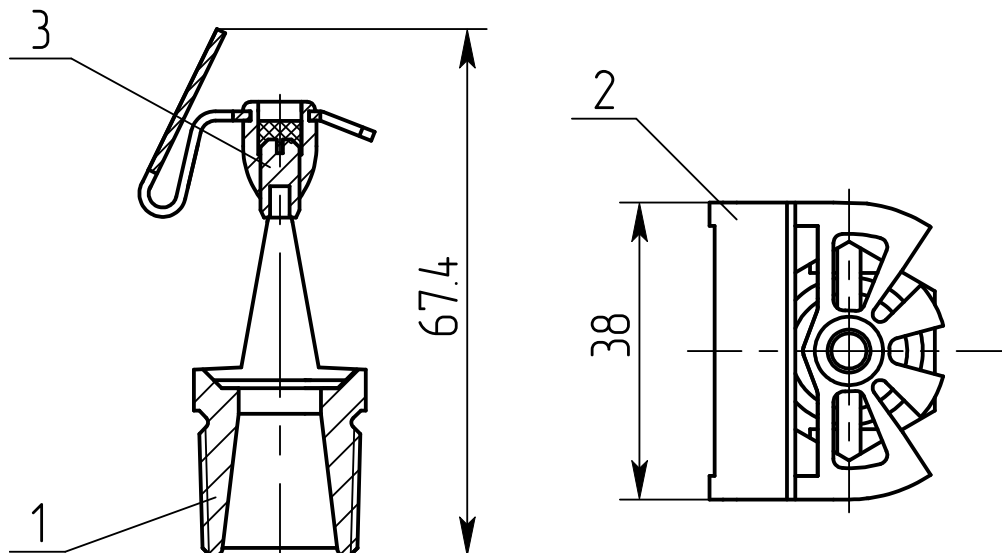

Рис.1
3.1 Ороситель, представленный на рис.1, состоит из: корпуса 1; розетки 2; винта 3.